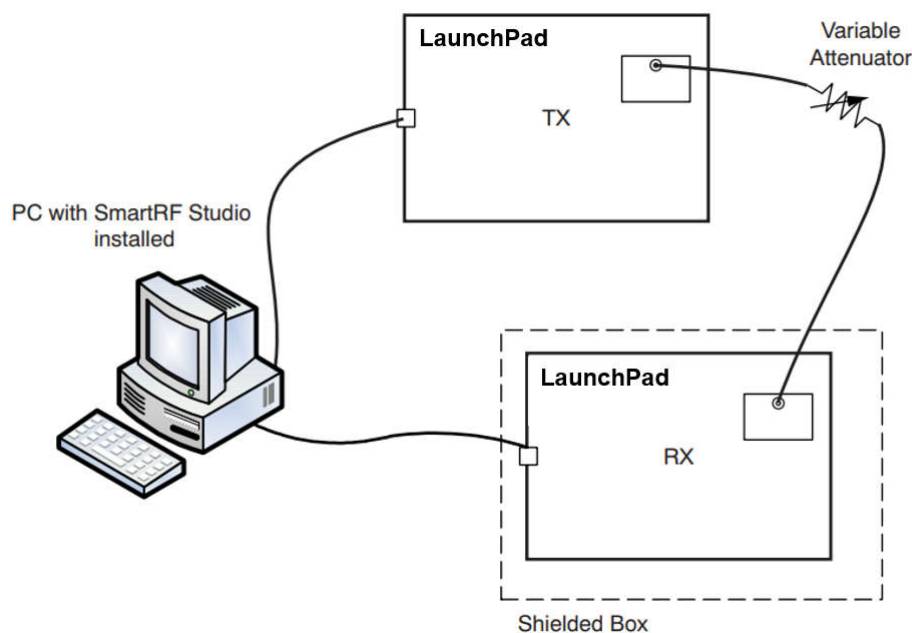
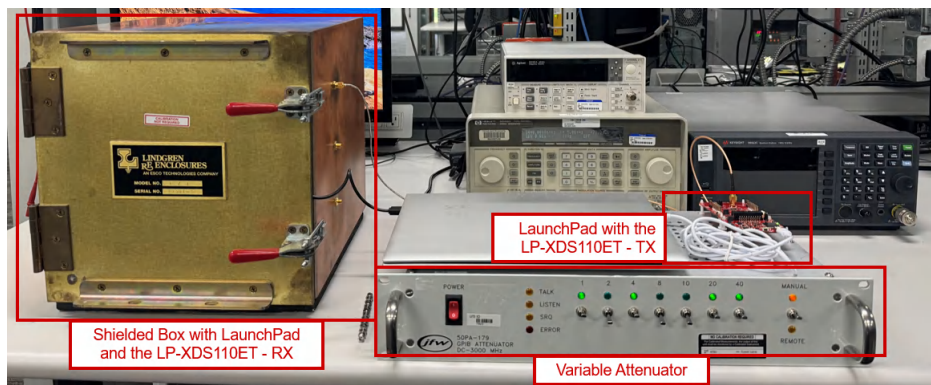
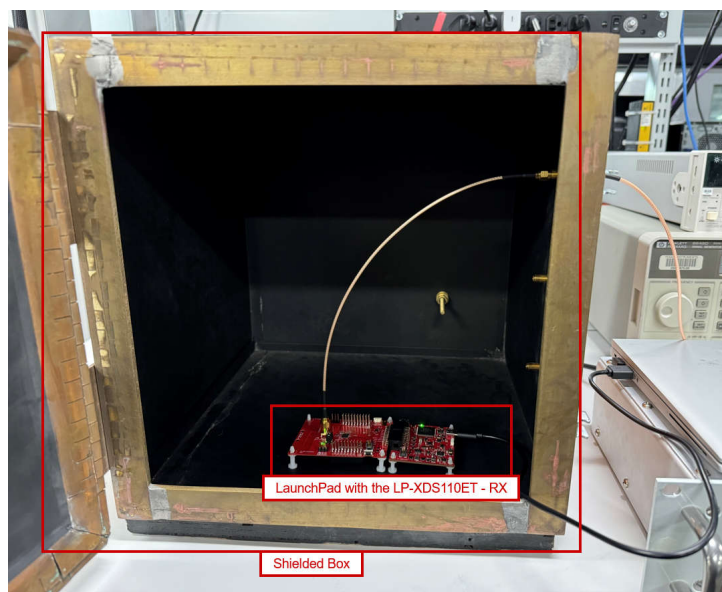

图 8-1. 接收器灵敏度测试设置示意图
图 8-2. 接收器灵敏度测试工作台设置 - 正面
图 8-3. 接收器灵敏度测试工作台设置 - 屏蔽箱
测试环境：图 8-1 展示了接收器灵敏度的测试设置。
- 第 1 步：如图 8-1、图 8-2、图 8-3 和图 8-3 所示，连接仪器。